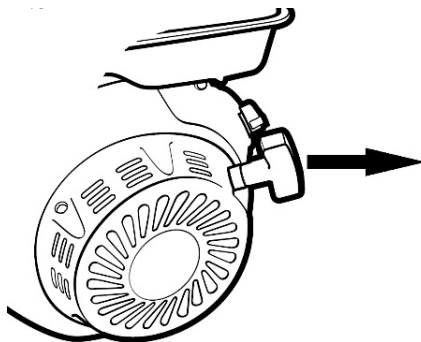

рис. 9
- Запустите двигатель, потянув за рукоятку ручного стартера (Рисунок 9).